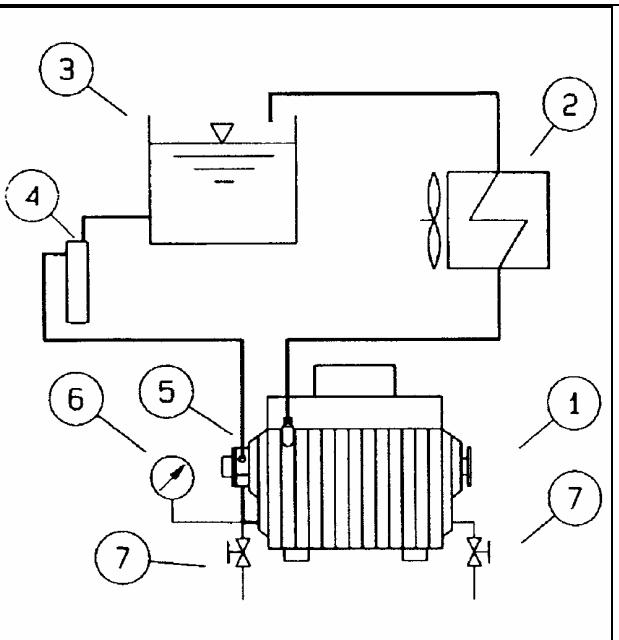

Fig. 11
Raffreddamento della pompa per vuoto fig.11
- Si consiglia di utilizzare un circuito chiuso non pressurizzato a circolazione forzata come in fig.11.
Nel caso si lasci ferma la pompa per vuoto per lunghi periodi levare il liquido di raffreddamento tramite gli appositi drenaggi vedi fig.11.